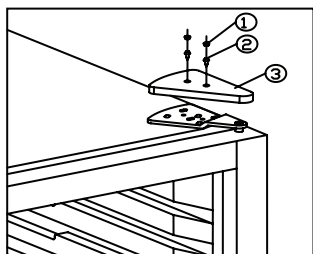

fig. 5.1
- Fjern gummipropperne (1). Se fig. 5.1
- Fjern skruerne (2) og fjern hængselsafdækningen (3)